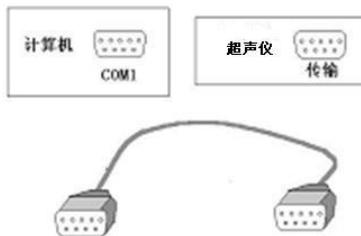

图 7.12 接线方式示意
A) 进行文件传输之前需要按图 7.12 用我们提供的专用串口线将计算机与超声仪连接起来。需要注意连接计算机端的串口号，根据实际情况在超声仪文件目录框中进行设置。